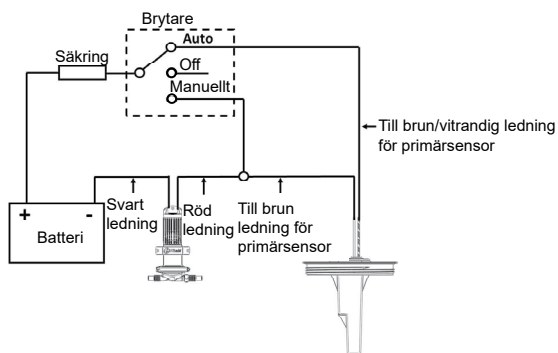

Fig. 8A Kabeldiagram – för enkelsensormodeller
- Fig. 8A & B Kabeldiagram
- **WARNING:** installationen **får** utföras endast av behörig elektriker. Felaktig kabeldragningsinformation kan orsaka brand med personskada eller dödsfall till följd. Den föreslagna kabeldragningsinformationen lämnas endast som en orientering (fig. 8A och fig. 8B) och kabeldragningen **måste** överensstämma med tillämpliga elstandarder. Säkringar eller strömbrytare av lämplig dimension **måste** installeras.
**Step 4:** Kabeldragning: se fig. 8A eller fig. 8B.
|                                 | Felaktig kabeldragning       | Kontrollera kablaget, fig. 8A / 8B   |